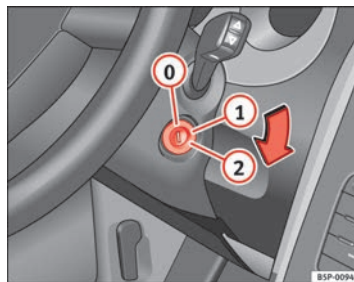

Fig. 140 Positions de la clé de contact
Dans cette position ⇒ fig. 140 l'allumage et le moteur sont déconnectés, ce qui peut bloquer la direction.
- Amenez la clé de contact en position ⇒ fig. 140 ①. Le témoin  s'allumera en cas de préchauffage du moteur. ►
- Lorsque le témoin s'éteint, tournez la clé en position ② pour lancer le moteur sans appuyer sur l'accélérateur.
- Amenez la clé de contact en position ⇒ fig. 140 ①.